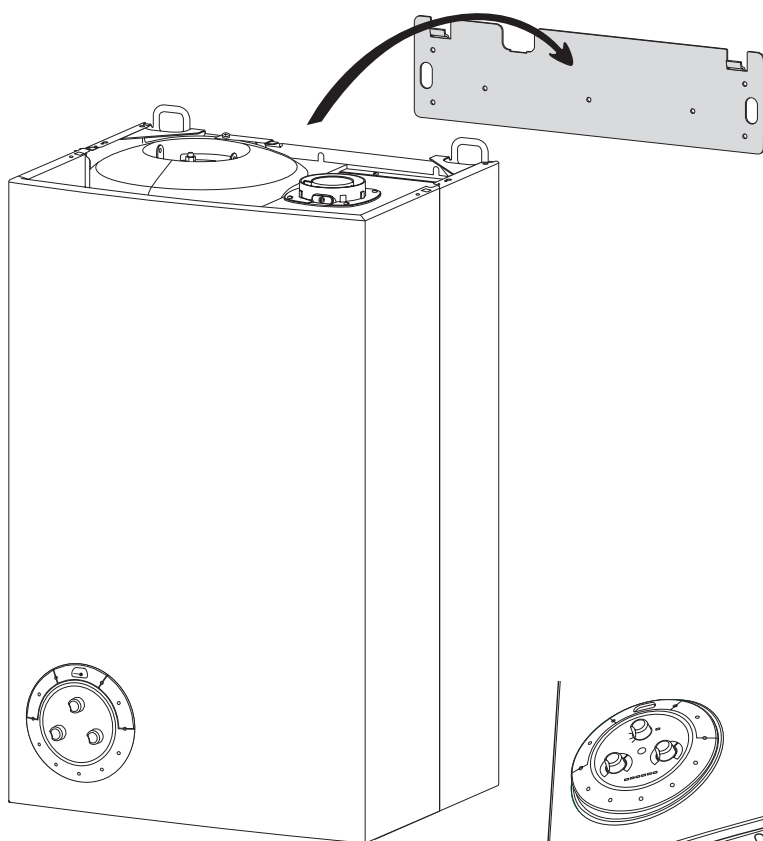

Fig. 7
- présenter la chaudière au dessus de la barrette, la laisser descendre sur la traverse d'accrochage (fig. 7)